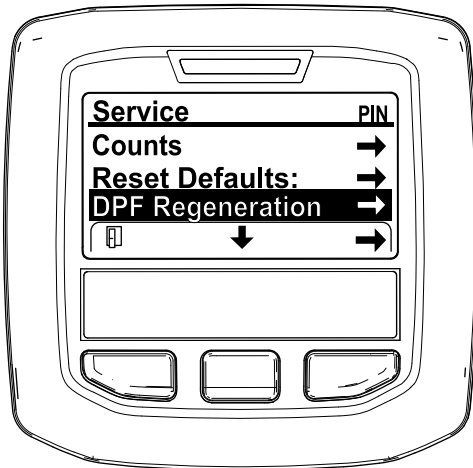

Figura 34
- En el MENÚ SERVICIO, pulse el botón central hasta que se muestre la opción REGENERACIÓN DEL FPD, y pulse el botón derecho para seleccionar la opción REGENERACIÓN DEL FPD (Figura 34).